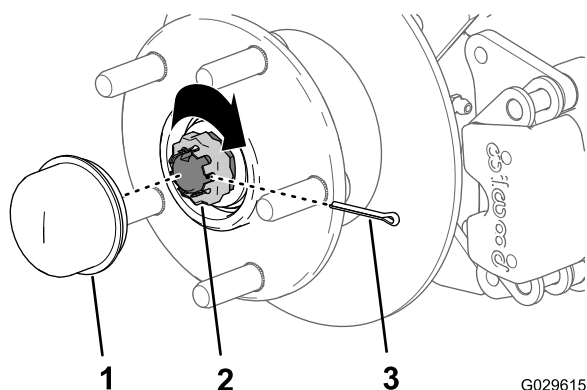

Figura 36
8. Instale o retentor por cima da porca e verifique o alinhamento da ranhura no retentor e o orifício no eixo para o contrapino (Figura 36).
9. Coloque o contrapino e dobre as pernas em torno do retentor (Figura 36).
10. Coloque o tampão antipoeira no cubo (Figura 36).